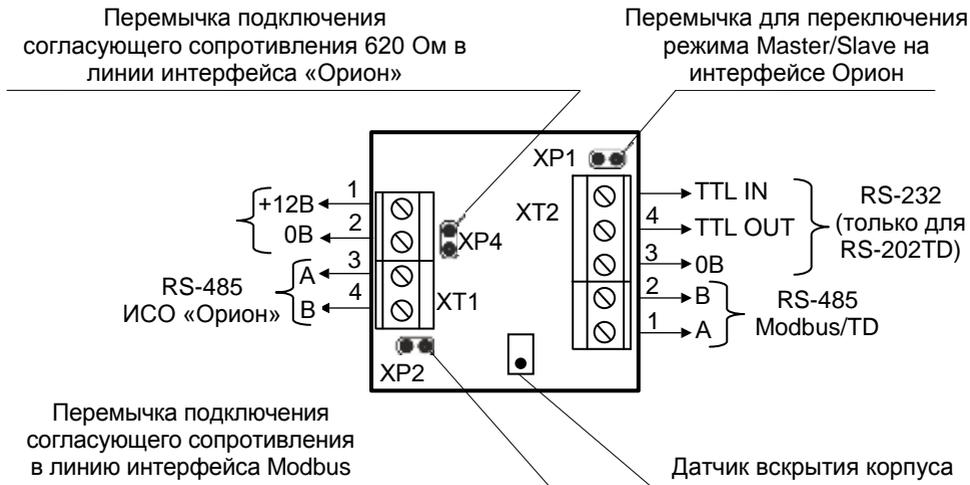

Рисунок 4. Назначение клемм и переключек преобразователя «С2000-ПП»
4.1.1 Подключите линии А и В интерфейса RS-485 «Орион» к клеммам XT1.3 и XT1.4 соответственно (см. рис. 4). Максимальное сечение проводов 1,5 мм².
4.1.2 Если преобразователь не является последним в линии интерфейса RS-485, удалите перемычку с разъёма XP4 (см. рис. 4).
4.2.2 Если преобразователь не является первым или последним в линии интерфейса RS-485, удалите перемычку с разъёма ХР1 (см. рис. 4).